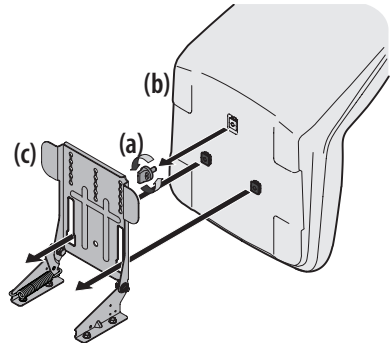

Figure 3
2. Enlevez le bouton de réglage du siège ou le boulon (a) de réglage de 9/16 po sous le siège (b). Voir Figure 3.
3. Alignez le siège (b) avec le support de pivotement du siège (c), comme illustré sur la Figure 3, et installez le siège (b) sur le support du siège en insérant les deux encoches sous le siège (c) dans les fentes du support de pivotement (c).